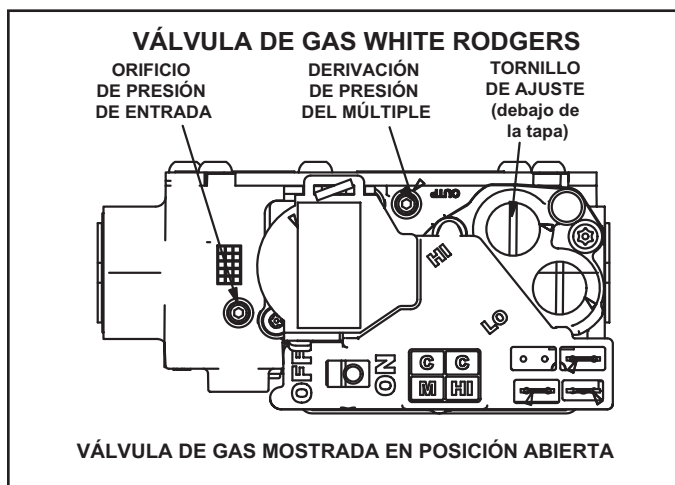
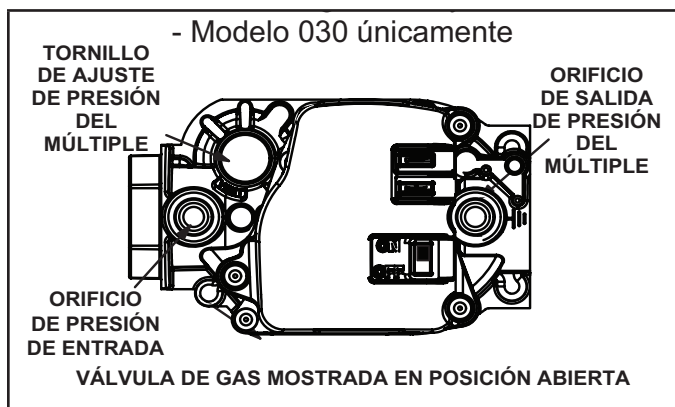

FIGURA 38
FIGURA 39
Funcionamiento de la válvula de gas (FIGURA 38 y FIGURA 30)
6 - Mueva el interruptor en la válvula de gas a APAGADO. No lo fuerce. Ver la FIGURA 38 y la FIGURA 39.
8 - Mueva el interruptor en la válvula de gas a la posición ENCENDIDO. No lo fuerce. Ver la FIGURA 38 y la FIGURA 39.
- 4 - Haga ajustes si es necesario. La FIGURA 38 y la FIGURA 39 muestran la ubicación del tornillo de ajuste.